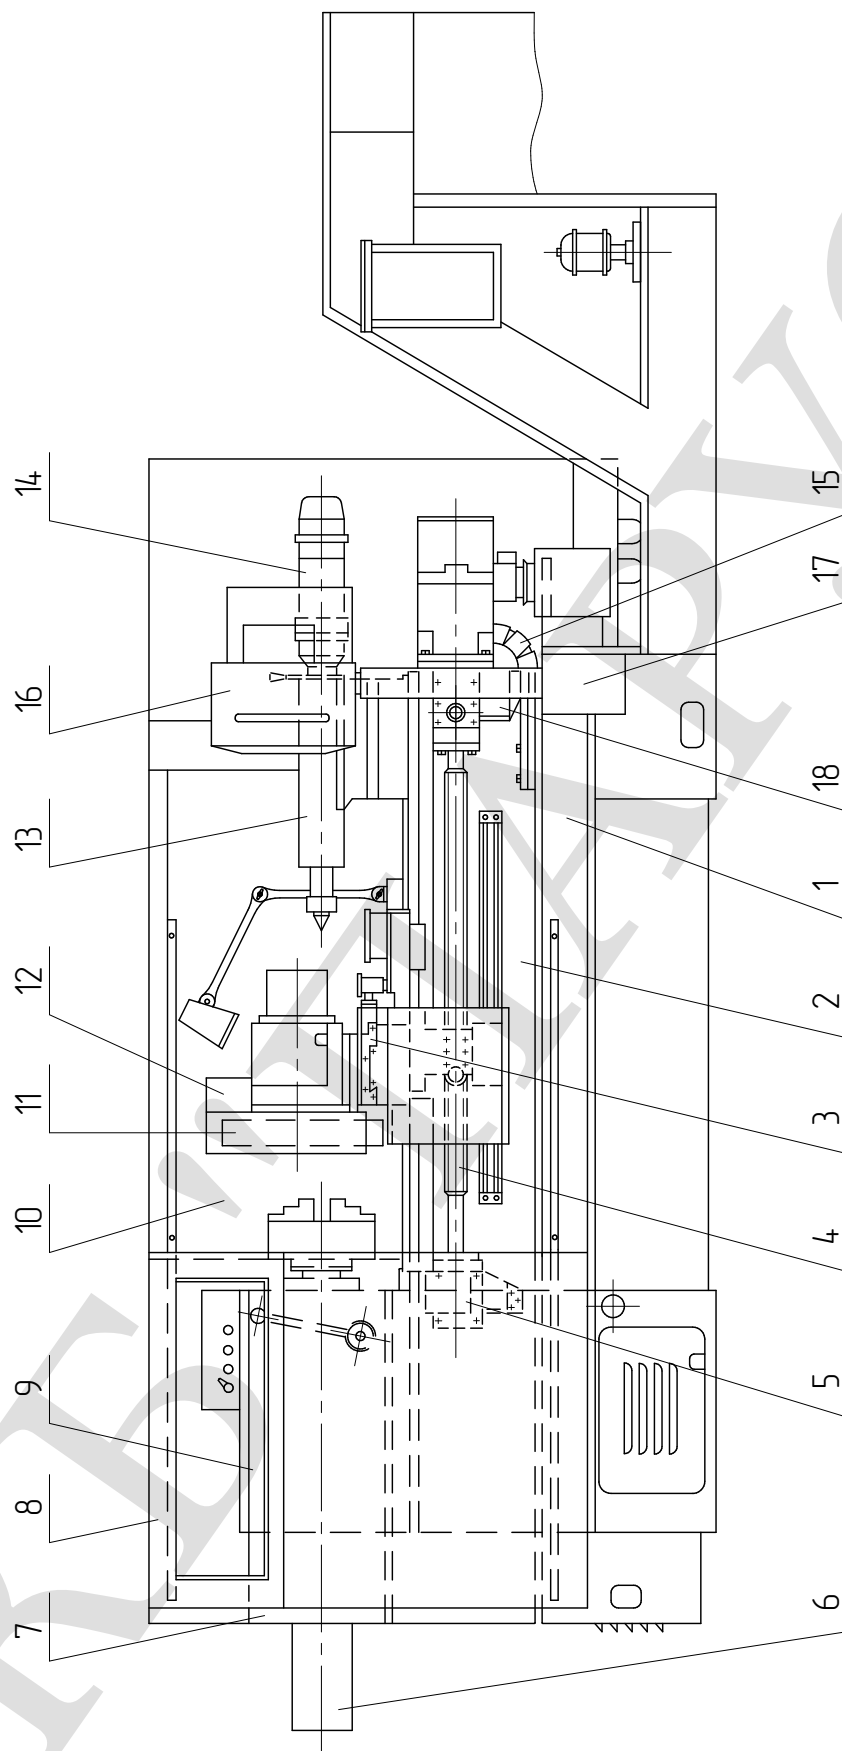

Рис. 1. Компонировка станка
5.1. Расположение и обозначения составных частей оборудования приведены на рис. 1 и 2.
| № позиции по рис. 1, 2 | Наименование                             | Обозначение        | Примечание      |